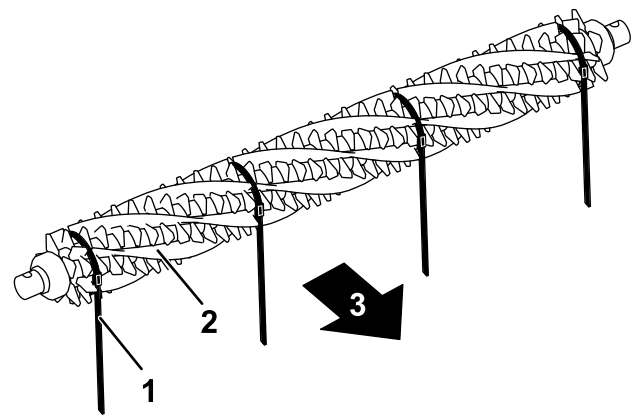

图16
3. 从疏草刀滚刀的一侧，将刷子滑入整个疏草刀滚刀上的每条凹槽（图16）。
重要事项： 筛带必须以主要旋转方向，绕着疏草刀刀片和刷子组件缠绕。图16 中所示为用于正向旋转安装的筛带。